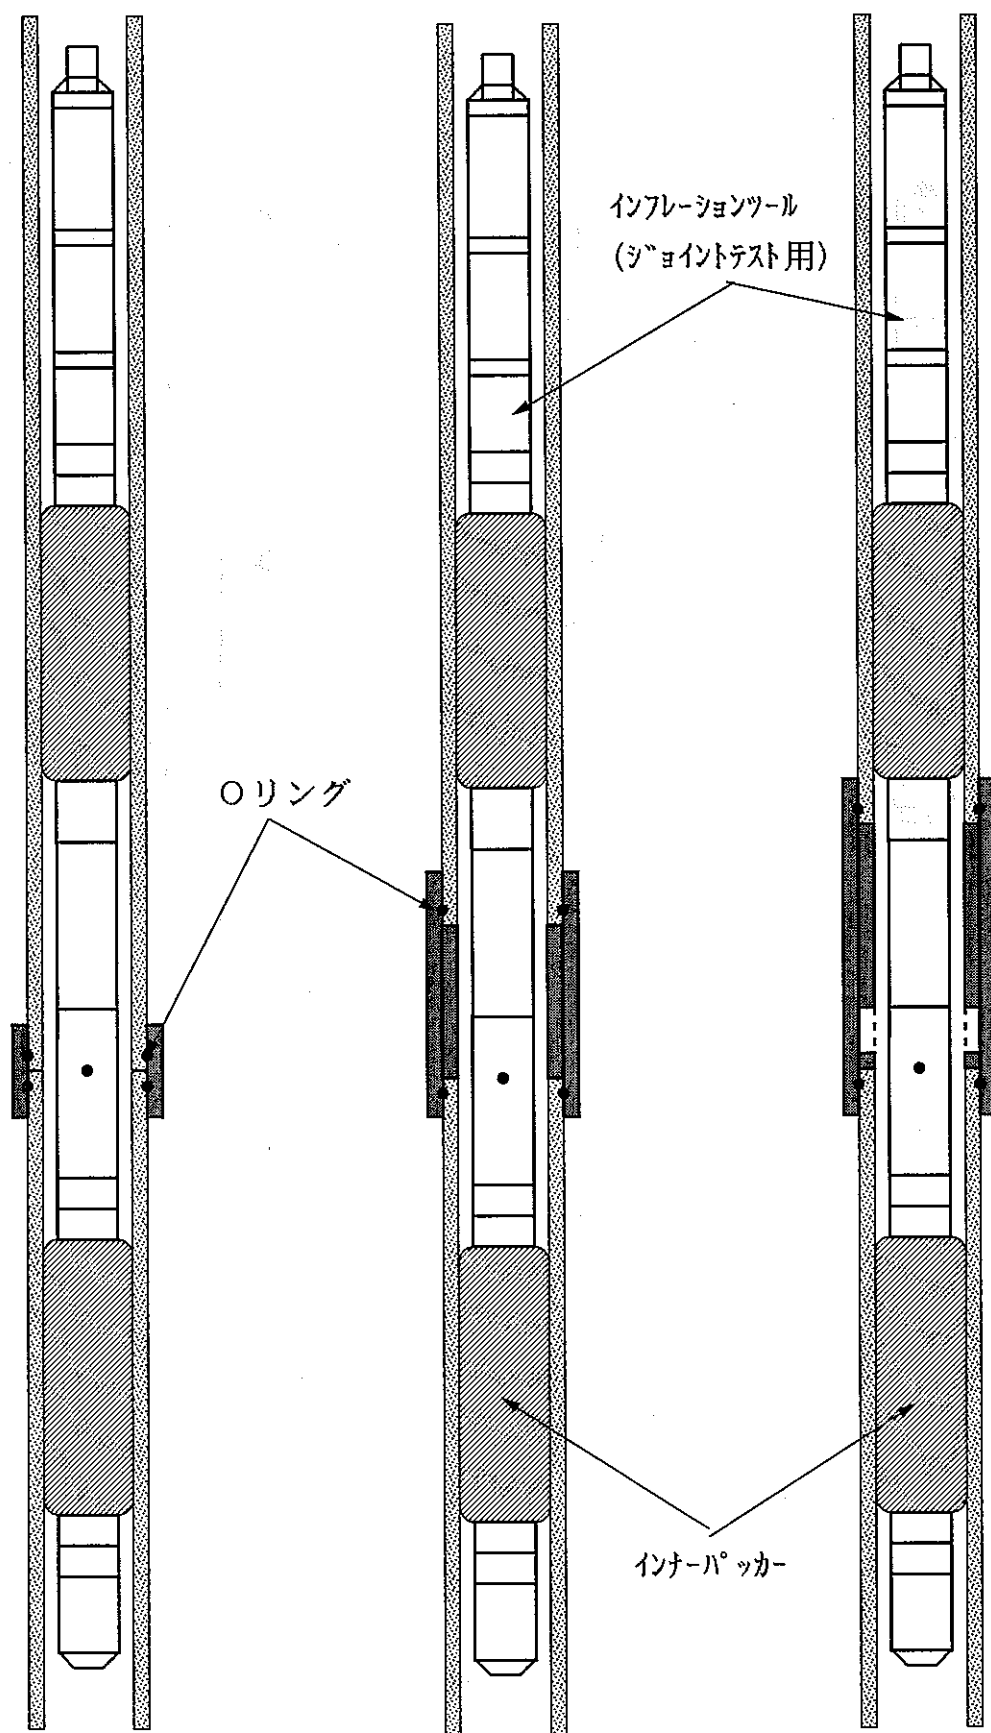

図 4-3 カップリング種別毎のジョイントテストツールの位置
- 1) ジョイントテストツール(図4-2)を接続したケーシング内に下ろし、カップリング種別毎に図4-3のように固定する。